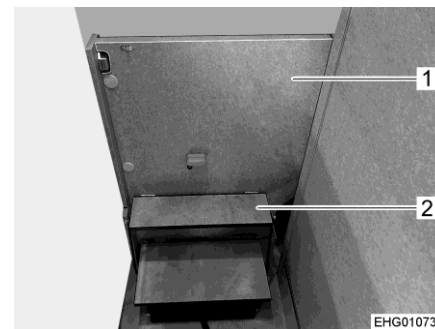

Fig. 60 Aide à la montée, dépliée
- Extraire la cloison de séparation (Fig. 60,1) avec aide à la montée (Fig. 60,2) du compartiment de rangement.
- Pousser la cloison de séparation (Fig. 60,1) avec l'aide à la montée (Fig. 60,2) dans le compartiment de rangement.